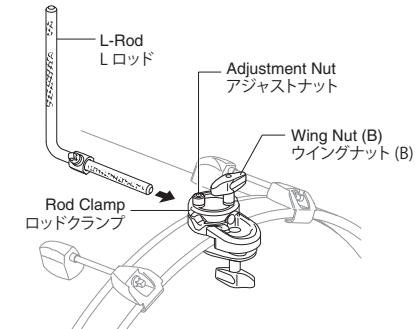

Fig. 2 / 図2
- Insert the L-Rod into the Rod Clamp and adjust the position and angle to your preference. Tighten the Wing Nut (B) and the Adjustment Nut to secure (Fig.2).
L ロッドをロッドクランプに差し込みます。好みの位置に調整できましたら、アジャストナットとウイングナット (B) をしっかりと締めて固定してください (図 2)。